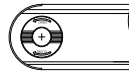

Abb. 3
- Batterieabdeckung einsetzen, im Uhrzeigersinn aufschrauben (Abb.3)